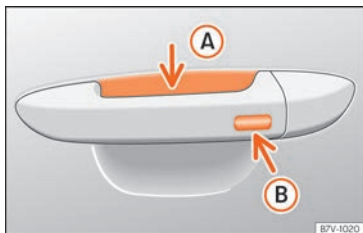

Fig. 48 Manecilla de la puerta: superficies sensoras.
»» fig. 48
- Toque la superficie sensora »» fig. 48 (B) situada en el lado exterior de la manecilla de la puerta. Todos los intermitentes parpadean una vez.
- Antes de que transcurran 5 segundos, toque una vez el sensor del lado exterior de la manecilla de la puerta »» fig. 48 (B). Al hacerlo, no agarre la manecilla. El sistema Keyless Access queda desactivado temporalmente.
Para cerrar con la función de confort todas las ventanillas eléctricas, mantenga un dedo durante unos segundos sobre la superficie sensora de bloqueo »» fig. 48 (B) (flecha) de la manecilla de la puerta hasta que se hayan cerrado las ventanillas.